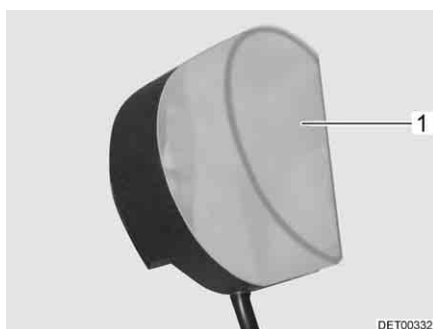

Fig. 220 Eclairage de la penderie
- Enfoncer légèrement le couvercle de la lampe (Fig. 220,1) et le retirer.